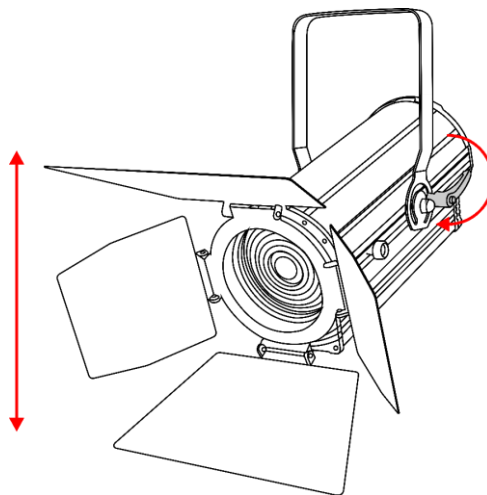

Fig. 10
- 01) Ruotare la **maniglia di regolazione (06)** in senso antiorario per allentarla.
- 02) Inclinare il dispositivo all'angolo desiderato (vedere la Fig. 10).
- 03) Ruotare la **maniglia di regolazione (06)** in senso orario per serrarla.